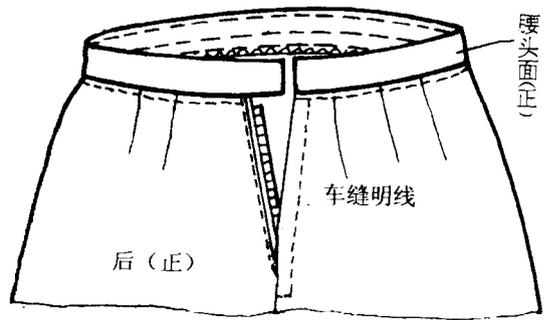

图2-16
16. 将腰头里翻转到裙片反面,从裙片正面沿腰头面下边缘车缝一道线。见图 2-16。